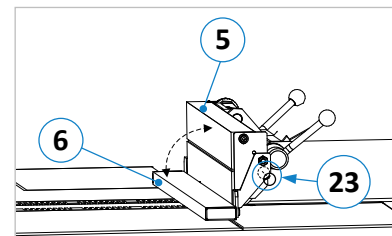

Figure 36 : guide auxiliaire
- Pour le rabotage de pièces étroites ou le jointage, utilisez la guide auxiliaire pivotante (6) qui se trouve sur la butée de dressage (5).
- En cas de non-utilisation, tirer le boulon d'arrêt (23) vers l'extérieur.
- Faire pivoter la butée vers le haut (voir  $\Rightarrow$  Figure 36) et réenclencher l'axe d'arrêt (23).